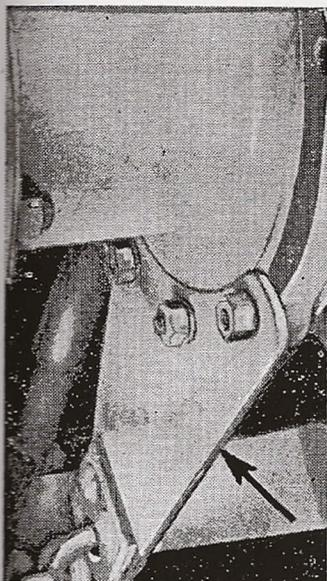

Fig. 96
5. Déposer le raidisseur avant (fig. 96) de la bride de la trompette du pont arrière.